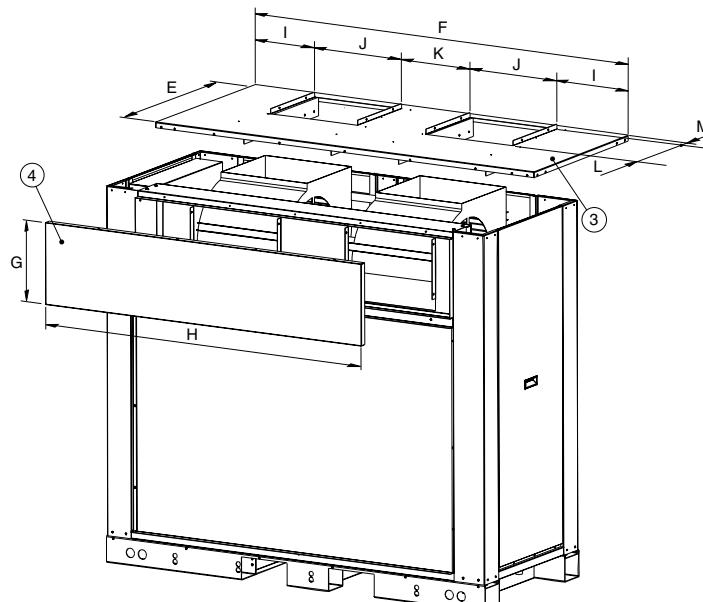

Fig. 4
- Montar el panel superior (3) y la tapa plenum (4)(fig.4).